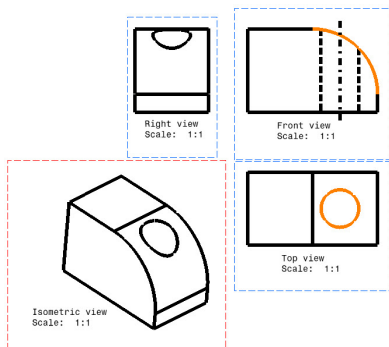

图 6-162
⑤ 对不同投影的元素重复上述步骤（对象动作），最终生成轴测视图，如图 6-162 所示。